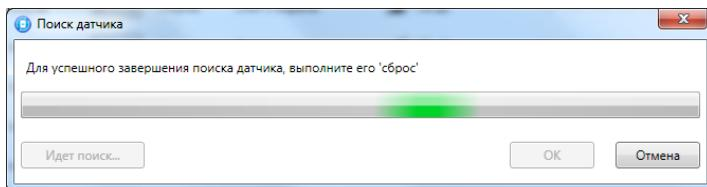

Рис. 5.6. Регистрация радиоизвещателя
- После нажатия кнопки **OK** начнется поиск радиоизвещателя контроллером в течение 30 секунд (рис. 5.6). Для того чтобы радиоизвещатель был найден контроллером, его состояние должно быть сброшено. Для новых радиоизвещателей выполнять сброс не требуется (их состояние является сброшенным). Для радиоизвещателей, использовавшихся ранее, необходимо выполнить сброс. У большинства радиоизвещателей сброс выполняется путем извлечения и повторной установки основных элементов питания. Сведения о способе сброса состояния радиоизвещателей см. в документации к ним.